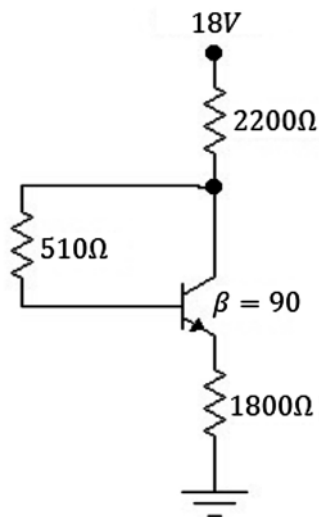

Figura 4.57 Ejercicio de aplicación. Fuente: Elaboración propia
- m) En el circuito de la figura 4.57: